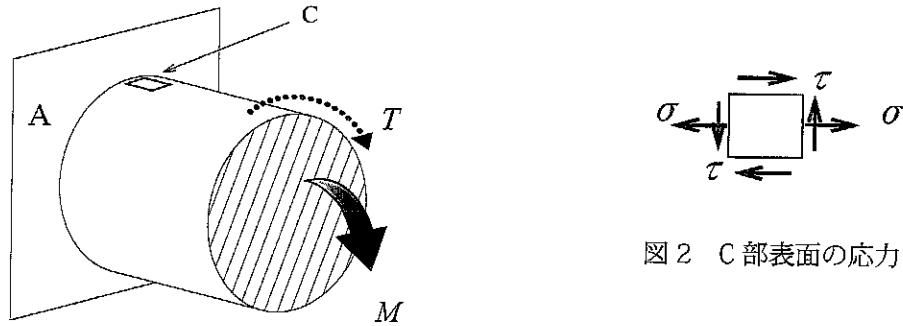

図 1 曲げモーメント M とねじりモーメント T を受ける丸棒の固定端 A 部近傍の拡大図。
① $\frac{4M}{\pi d^2}$ ② $\frac{12M}{\pi d^4}$ ③ $\frac{32M}{\pi d^3}$ ④ $\frac{64M}{\pi d^3}$ ⑤ $\frac{16M}{\pi d^3}$ ⑥ $\frac{32M}{\pi d^4}$
- (5) 丸棒の固定端 A の表面に作用する最大曲げ応力を σ 、ねじり応力を τ とする。下図 1 は拡大図である。丸棒の上面に C で示すような小さな矩形を考えるとそこに作用している応力は図 2 のように示される。